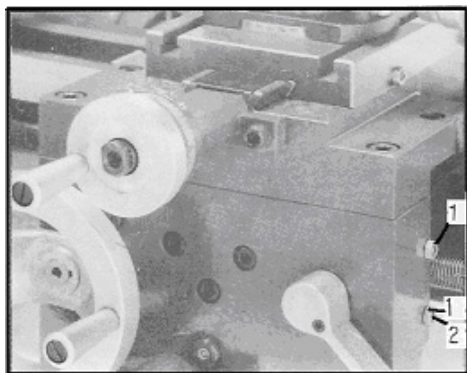

Рис. 29
Открутите две гайки (1, Рис. 29) справа на фартуке суппорта и отрегулируйте установочный винты (2) таким образом, чтобы половинки гайки ходового винта без зазора были расположены в своих направляющих. Закрутите гайки и винты.